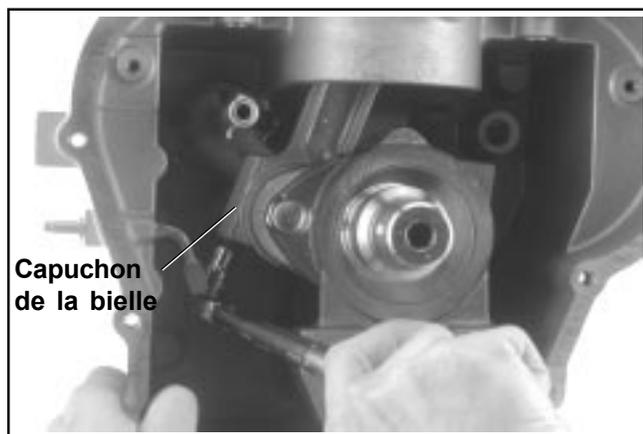

Figure 10-19. Serrage des fixations de la bielle.
4. Monter les vis hexagonales et les serrer en 2 fois d'abord au couple de **5,5 Nm (50 in. lb.)**, puis au couple de **11,5 Nm (100 in. lb.)**. Voir la Figure 10-19.